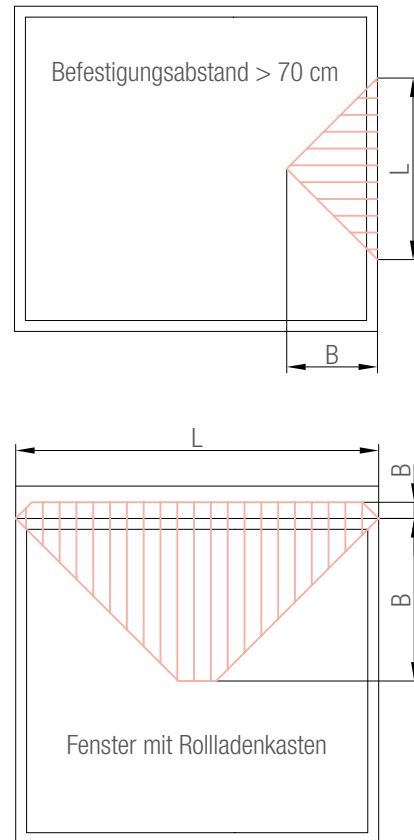

Abbildung 15: Überschreitung des Befestigungsabstandes
- Wird der maximal zulässige Befestigungsabstand des Blendrahmens zum Mauerwerk (70 cm) überschritten, muss die freie Profillänge des Blendrahmens statisch nachgewiesen werden. Dies betrifft z.B. auch die oberen Querstücke von Fenstern mit Rollladenkästen (Abbildung 15).